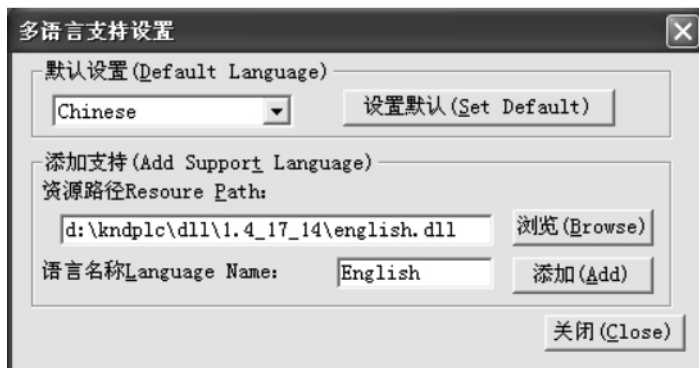

图 4.69 添加 dll 文件示例界面
(2) 通过如图 4.68 所示的对话框，选择要使用的动态链接库文件，单击“打开”按钮，则该动态链接库文件的路径就显示在资源路径对应的编辑框中，如图 4.69 所示。